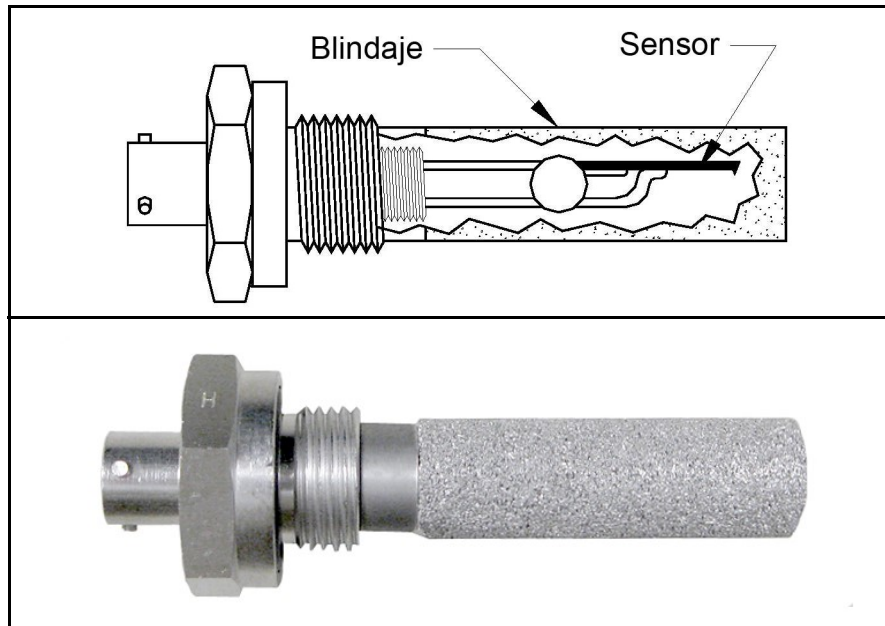
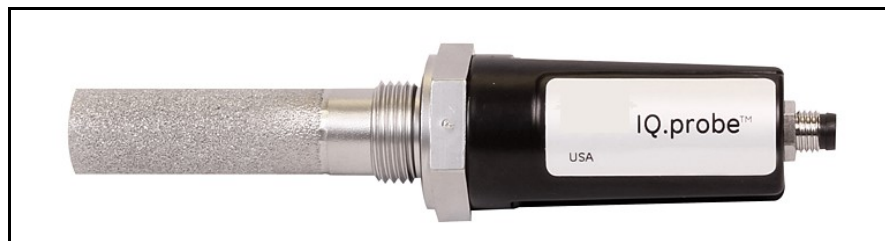

Figura 2: Sonda M Series
Figura 3: IQ.probe
La *sonda de humedad* es la parte del sistema que entra en contacto directo con el proceso. **dew.IQ** usa cualquier sonda Panametrics **M Series** (vea la *Figura 2* a continuación) o una sonda **IQ.probe** (vea la *Figura 3* a continuación) para medir la temperatura de punto de concentración en °C o °F. El conjunto del sensor se fija al montaje de la sonda y se protege con un blindaje de acero inoxidable sinterizado (vea la *Figura 2* a continuación).
- Sonda M Series (vea la *Figura 2 en la página 2*)
- Sonda IQ.probe (vea la *Figura 3 en la página 2*)